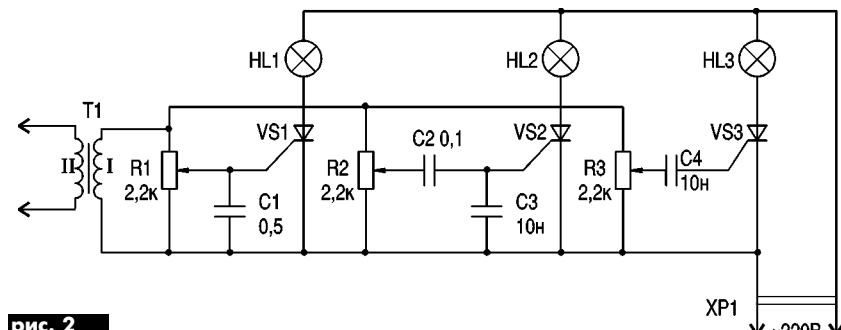

рис. 2
2. Для любителів складніших ефектів пропоную схему (**рис. 2**). В ній прожектори HL2–HL3 теж блимають в такт музики, але, на відміну від попередньої, мерехтіння ліхтарів поставлене у залежності від частотного складу музичного супроводу. Під час звучання басів працює HL1, голоси виконавців відображає HL2, а ВЧ інструменти (гітари, скрипки та інше) – HL3. Дано роз-